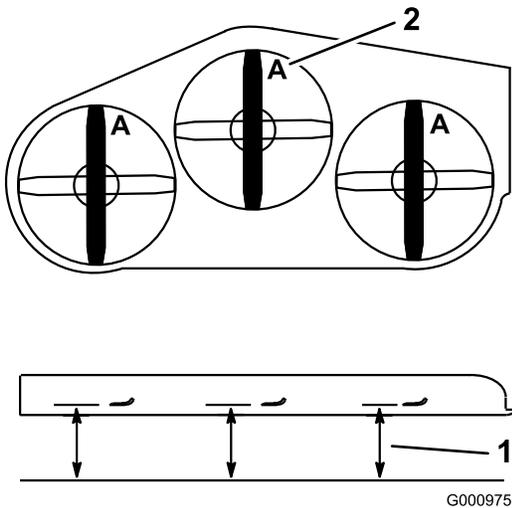

Bild 77
4. Messen Sie von einer ebenen Fläche bis zu den Schnittkante (Position A) der Messer (Bild 77).